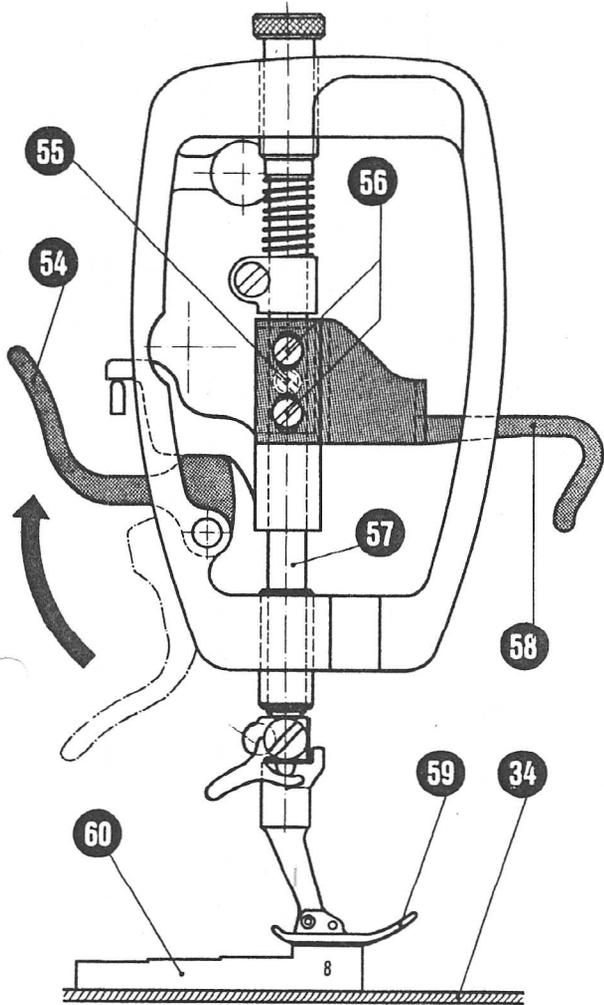

Abb. 20
Zu 7: Um mit der Maschine richtig nähen zu können, ist die exakte Einstellung des Nähfußes von besonderer Wichtigkeit. Man befestigt an der Stoffdrückerstange (57) den Zick-Zack-Nähfuß (53 06 03 04) und stellt ihn mit dem Lüfterhebel (54) in die Höhe. Der Abstand zwischen Nähfußsohle (59) und Stichplatte (34) soll 8 mm betragen (siehe Abb. 20).